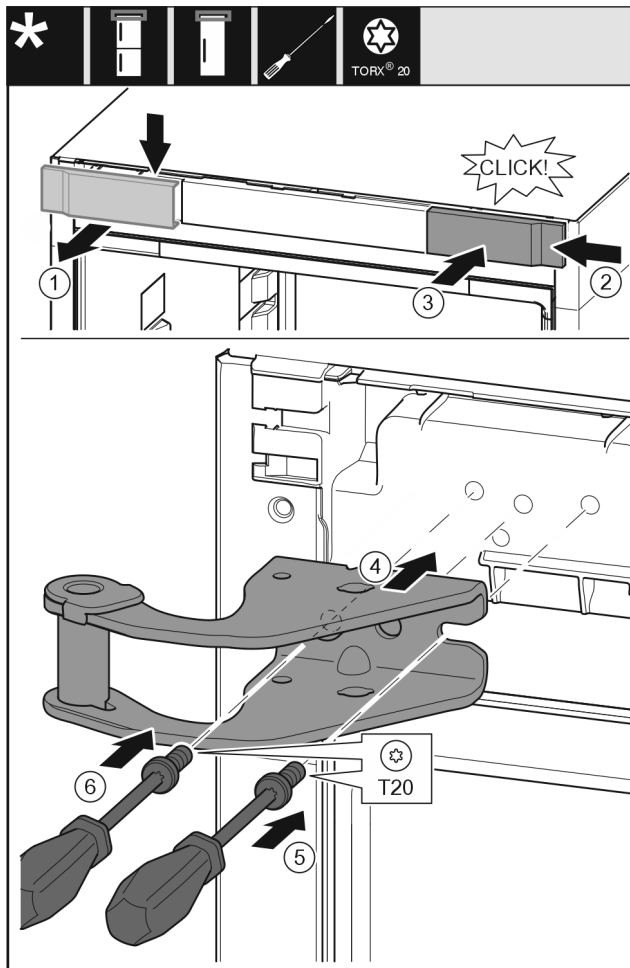

Fig. 29
- Abdeckung von oben nach vorne abnehmen. Fig. 29 (1)
- Abdeckung um 180° gedreht auf der anderen Seite von rechts einhängen. Fig. 29 (2)
- Abdeckung einrasten. Fig. 29 (3)
- Oberen Lagerbock ansetzen. Fig. 29 (4)
- Schraube mit Schraubendreher T20 ansetzen und festdrehen. Fig. 29 (5)
- Schraube mit Schraubendreher T20 einsetzen und festdrehen. Fig. 29 (6)